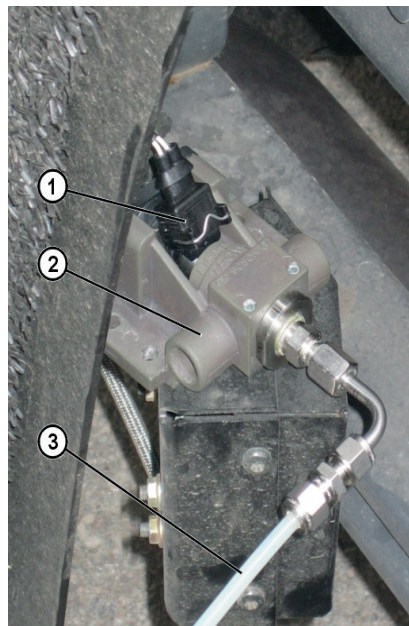

Fig. 7: Comprobación del caudal de alimentación de la bomba_1
5. Desacoplar el conector eléctrico (Fig. 7, Pos. 1) del módulo dosificador específico del vehículo y conectarlo en el módulo dosificador de comprobación (Fig. 7, Pos. 2).
6. Conectar la tubería de presión de comprobación (Fig. 7, Pos. 3) al módulo dosificador de comprobación.